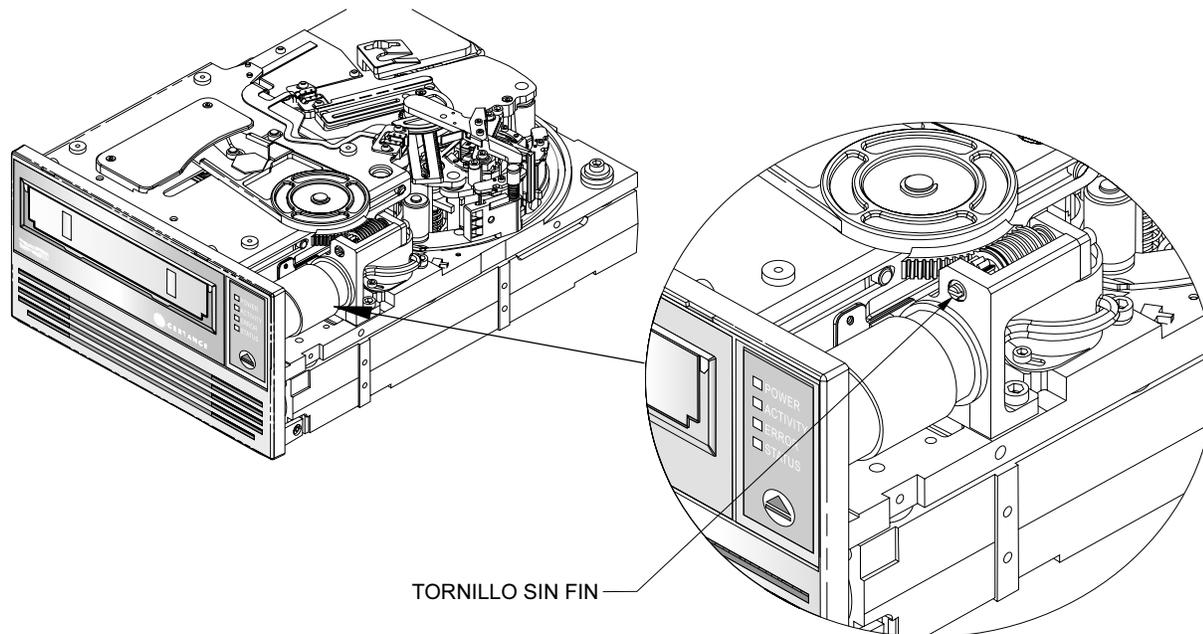

Figura 27. Tornillo sin fin de las unidades LTO-1 y LTO-2
- 13.** Utilice un destornillador de cabeza plana para girar el tornillo sin fin en sentido contrario a las manecillas del reloj (a la izquierda). La Figura 27 en la página 87 muestra la ubicación del tornillo sin fin. Esto levantará gradualmente el elevador del cartucho y hará que el cartucho se deslice parcialmente hacia fuera de la unidad.